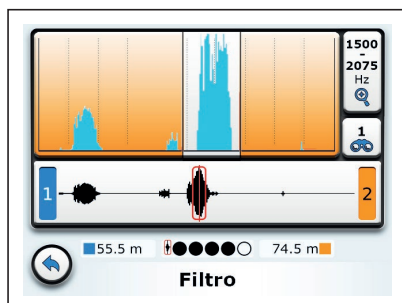

Fig. 20: Menú **Filtro**
- Pulse el botón **Filtro**. Aparece el menú **Filtro** (fig. 20).
El menú **Filtro** se muestra de nuevo con la vista estándar (fig. 20). El segundo límite de filtrado quede definido. En el botón **Filtro actual** se muestra el símbolo **Manual**.